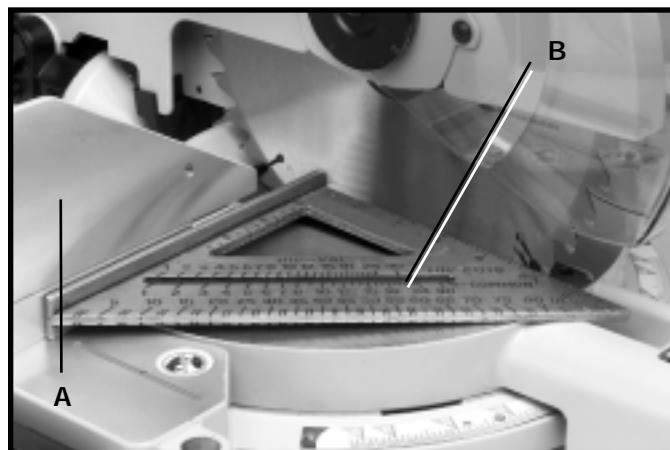

Fig. 23
Si le guide (A), fig. 23, a été enlevé de la scie, réglez-le à nouveau pour qu'il soit perpendiculaire à la lame, comme suit :
2. Placez une extrémité d'une équerre (B) fig. 23, contre le guide (A) et son autre extrémité contre la lame.